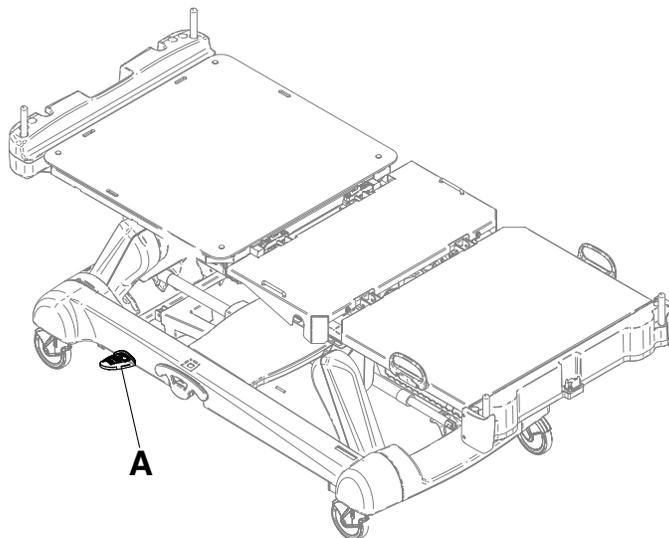

Figure 10 – Levier de débrayage pour position d'urgence RCP
Deux leviers de débrayage pour position d'urgence RCP se situent au niveau de la section côté tête, de chaque côté du plan de couchage (A) (Figure 10).